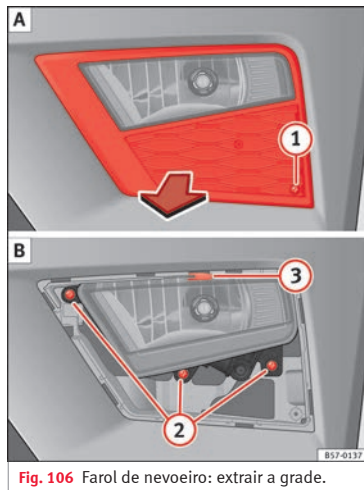
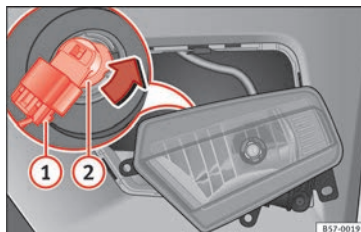

Fig. 106 Farol de nevoeiro: extrair a grade.
Fig. 107 Farol de nevoeiro: desmontar o porta-lâmpadas
1. Retire o parafuso » Fig. 106 ① A da grade do farol de nevoeiro utilizando uma chave de fendas e extraia a grade.
2. Retire os parafusos (3x) » Fig. 106 ② B para extrair o farol de nevoeiro.
3. Retire o grampo metálico que se encontra na parte superior do farol de nevoeiro, puxando para fora do veículo ③.
4. Retirar o conector » Fig. 107 ① da lâmpada.
5. Rode o porta-lâmpadas » Fig. 107 ② para a esquerda e puxe.